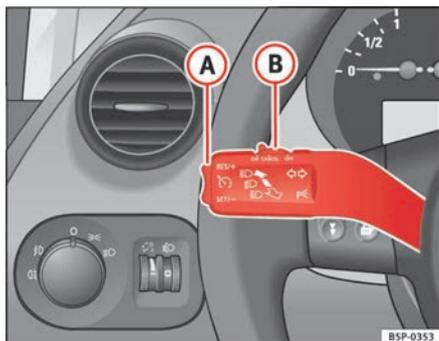

Fig. 147 Alavanca dos indicadores de direcção e máximos: comando e botão basculante para o regulador de velocidade
- Premir a parte superior do botão basculante **RES/+** ⇒ fig. 147 **A** para aumentar a velocidade. Enquanto o interruptor basculante estiver a ser premido, o veículo é acelerado. Soltando o interruptor basculante, é memorizada a nova velocidade.
Se se reduzir a velocidade com o pedal do travão, desliga-se o controlo da velocidade programada. Se quer activar de novo o regulador, bastará pressionar uma vez a parte superior do botão basculante **RES/+** ⇒ fig. 147 **A**.